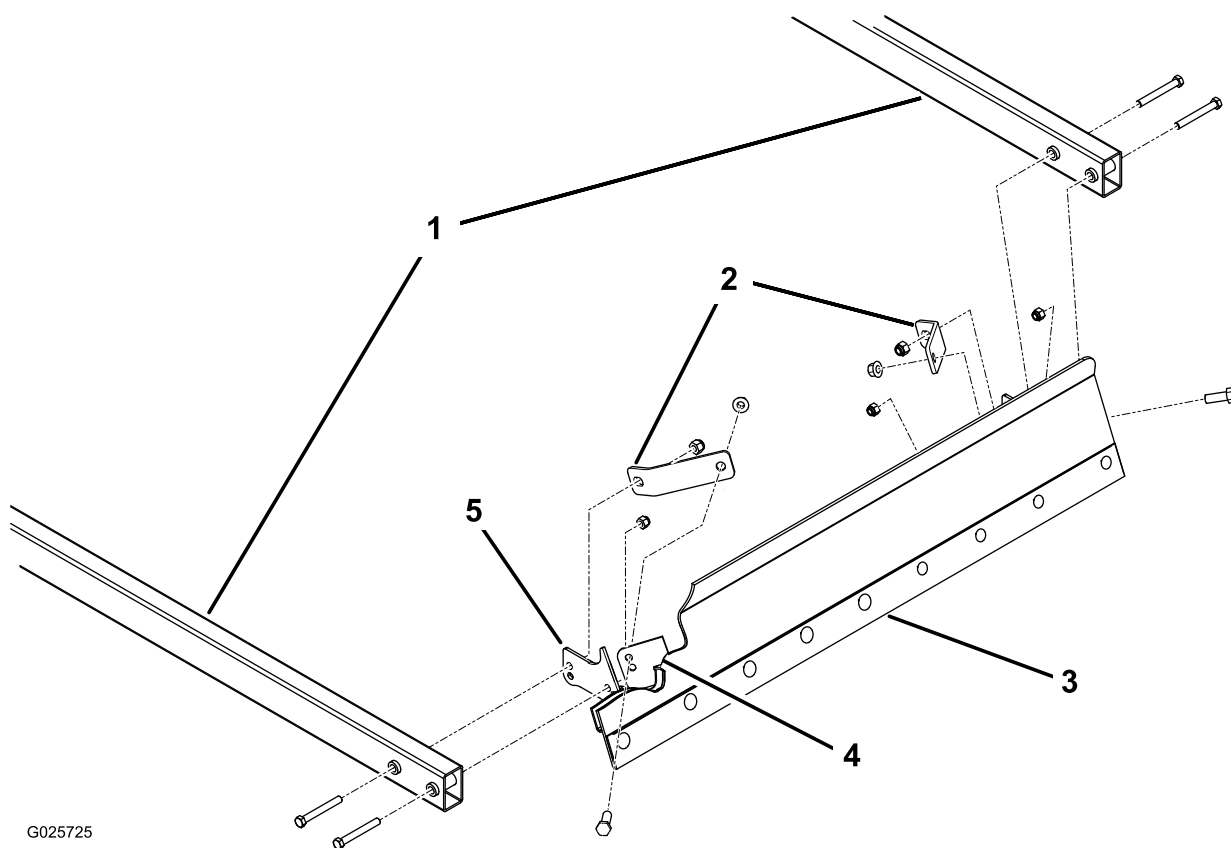

Рисунок 5
Примечание: Расположите соединительные плиты, как показано на Рисунок 5.
2. Прикрепите, не затягивая, переднюю часть подъемных рычагов к монтажным кронштейнам отвала и соединительным плитам при помощи 4 болтов (3/8 x 3 дюйма) и 4 контргайк (3/8 дюйма); см. Рисунок 5.
Примечание: Использование верхних монтажных отверстий в монтажных кронштейнах отвала сделает работу отвала более интенсивной (Рисунок 5).
3. Установив отвал на горизонтальной поверхности, затяните крепежные компоненты, соединяющие подъемные рычаги с отвалом (Рисунок 5).